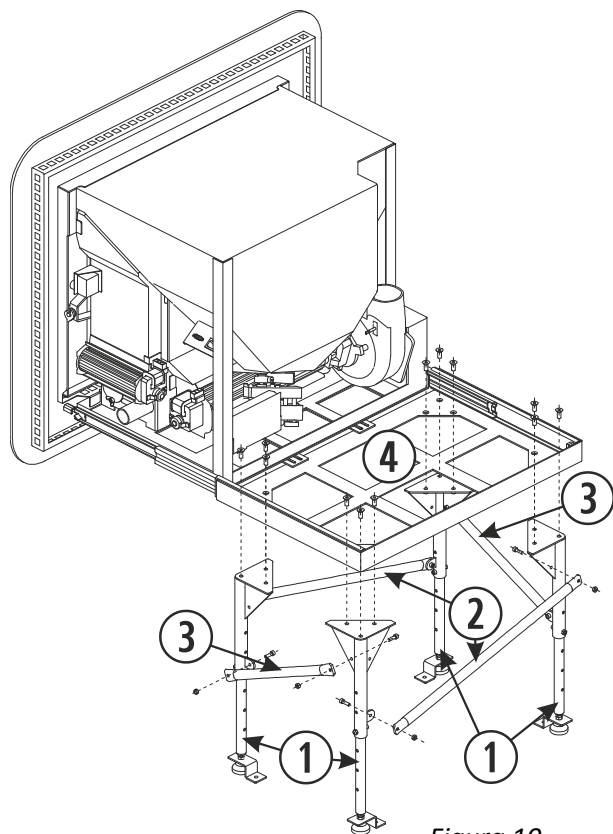

Figura 10
- 4.15. Juntar 4 pés formando um retângulo, com os reforços laterais e frontais, como indicado na figura 10. Abrir os guias da estufa, de forma a podermos aceder aos pontos de ancoragem dos pés na base da estufa. A ordem de montagem da estufa sobre os pés dependerá das necessidades do instalador, podendo fixar os pés na sua localização final e montar mais tarde a base da estufa aos pés; ou então montar o conjunto estufa-pés e posteriormente colocá-la no local e fixá-lo com os pés no solo. **Obrigatório** aparafusar os pés ao solo.
①	Pé.
②	Reforço frontal e traseiro.
③	Reforço lateral.
④	Base da estufa.